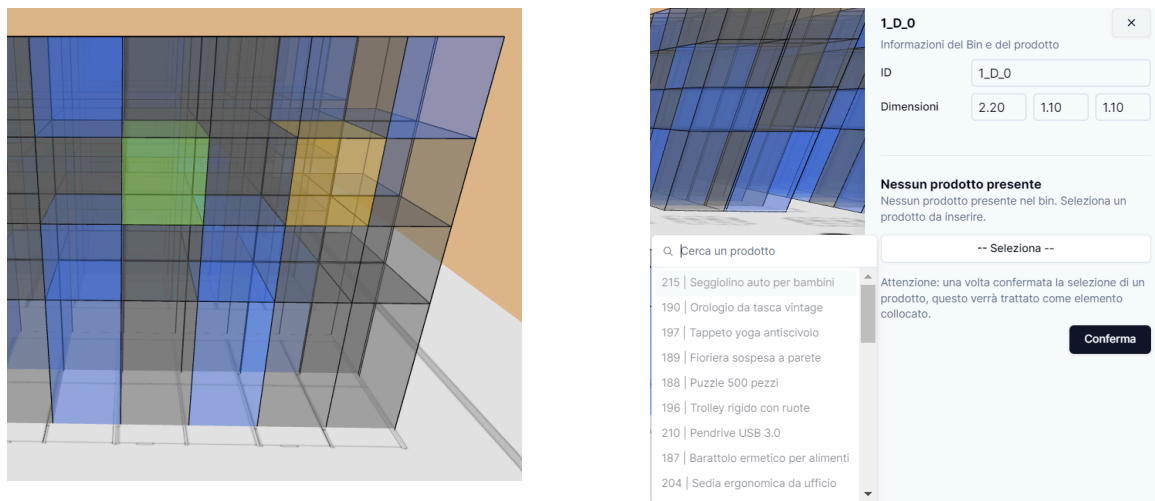

Figura 12: Spostamento prodotti con drag and drop (sinistra), menù spostamento prodotti non collocati (destra)
In basso a destra nello schermo, una notifica avviserà della possibilità o meno di effettuare lo spostamento. In caso di esito positivo, i bin_G di partenza e di arrivo verranno evidenziati rispettivamente in giallo e verde, come rappresentato in Figura 12
- nel menù che apparirà (Figura 12), premere il pulsante **Seleziona**;